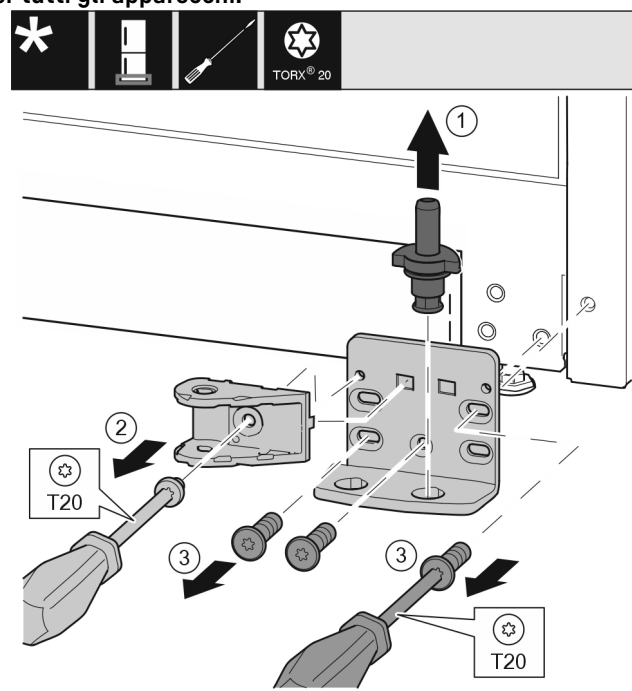

Fig. 34 *
- ▶ Estrarre completamente il perno di supporto verso l'alto. Fig. 34 (1)*
- ▶ Svitare la vite con il cacciavite T20 e rimuovere il collegamento dell'ammortizzatore di chiusura. *Fig. 34 (2)*
- ▶ Svitare le viti con il cacciavite T20 e rimuovere il blocco di supporto. *Fig. 34 (3)**